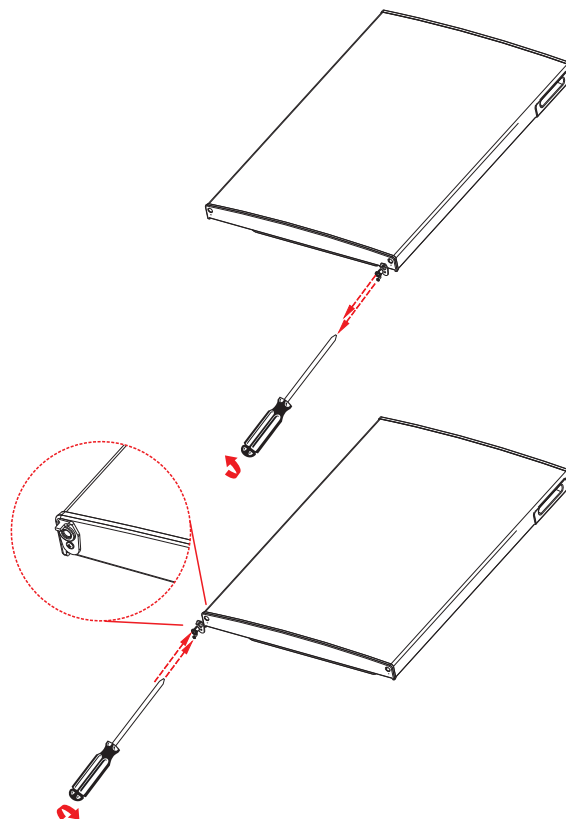

Fig. 15
- ▶ Dévissez les vis de fixation du limiteur de butée de porte inférieur. Déplacez également le limiteur de butée de porte sur le côté gauche et vissez-le solidement avec la vis de fixation (fig. 15).